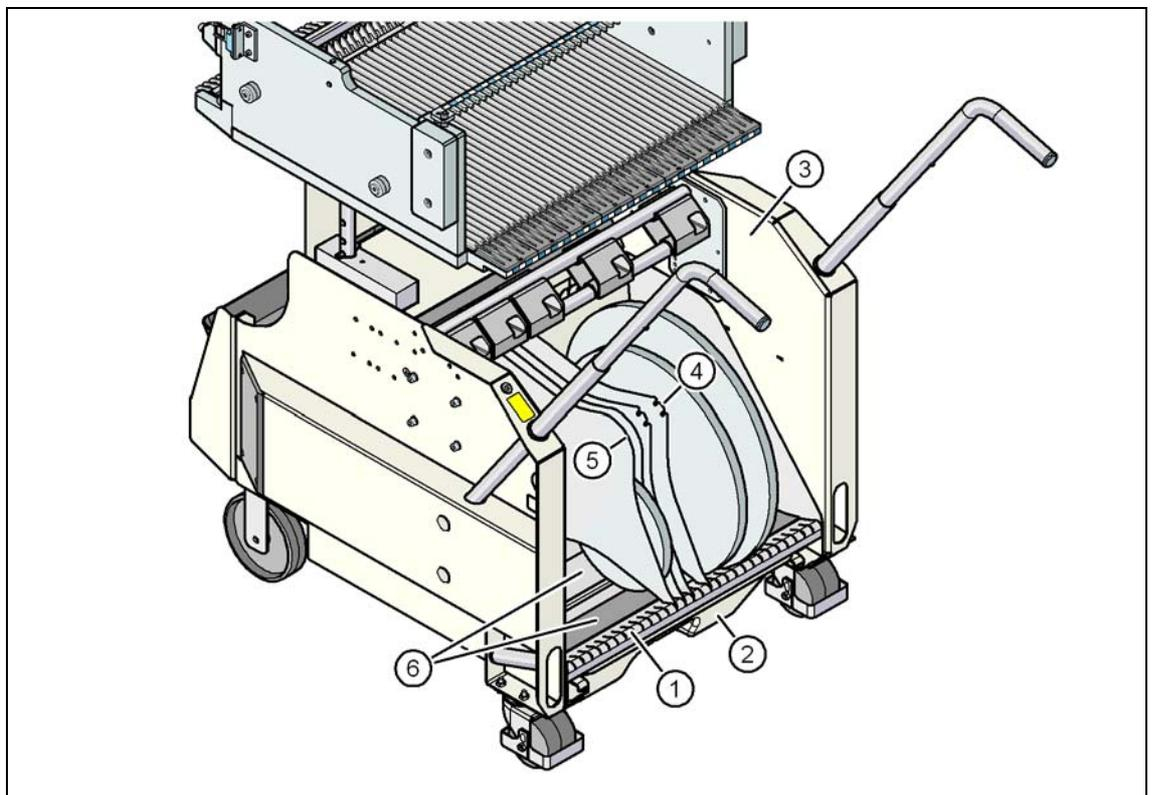

图 5.9-3 料带容器中的分隔板
- 分隔板有不同的边，可以用两种方式插入料带容器内。如果使用芯轴，则分隔板内芯轴的凹槽朝上（见图 5.9-3 中的 4）。如果不使用芯轴，分隔板的刃边指向上方（见图 5.9-3 中的 5）。
- 如图 5.9-3 所示插入分隔板，记住，料带容器的最小分区数为 2x 分区。这将有助于避免贴片错误。